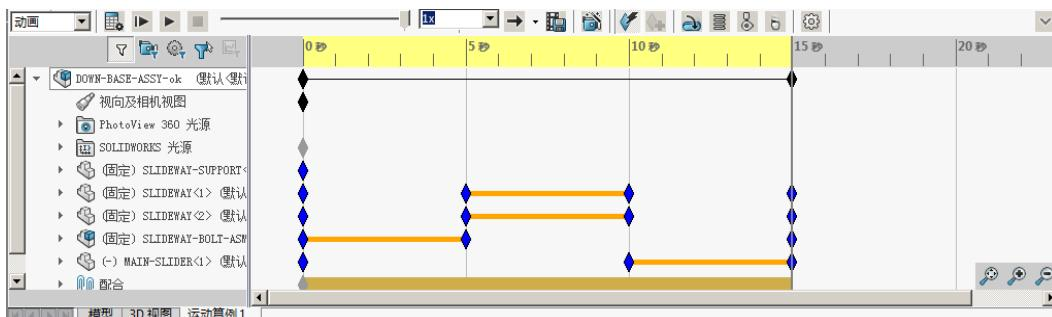

图 11.2.6 运动算例界面
Step8. 单击 **下一步(N) >** 按钮，系统切换到“动画控制选项”对话框，在 **时间长度(秒)(T):** 文本框中输入值 15.0，在 **开始时间(秒)(S):** 文本框中输入值 0，单击 **完成** 按钮，完成运动算例的创建，运动算例界面如图 11.2.6 所示。